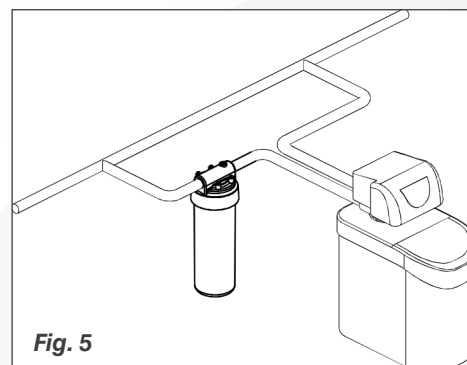

Fig. 5
3. Instale un filtro de sedimentos a la entrada del descalcificador para proteger el equipo de las impurezas que lleva el agua (es aconsejable que incorpore una bujía de 20 micras). (Fig. 5)